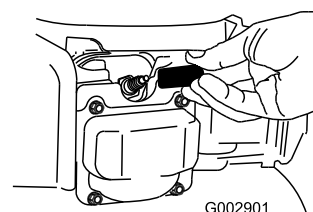

Figure 41
2. Débranchez le fil de la bougie (Figure 41).